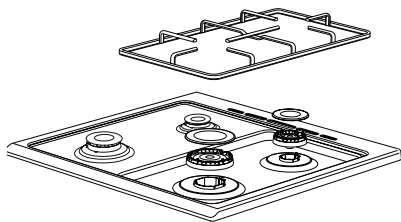

Figura 1
- 1.** Levantar a grelha, a tampa do queimador e o queimador do aparelho para que o injetor fique visível (Ver figura 1).